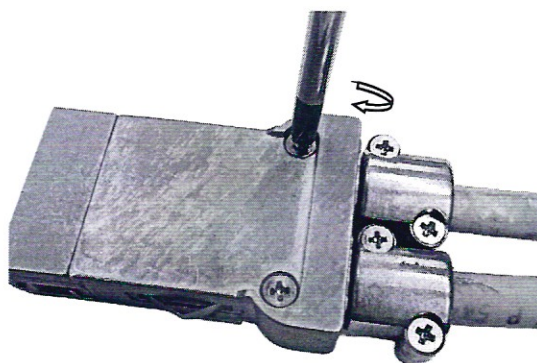

Рисунок 6 – Установка крышки
3.13 Присоединить крышку корпуса и затянуть винты М2,5. Затяжку производить отверткой PH1 с моментом затяжки 0,5 Нм (рис. 6).